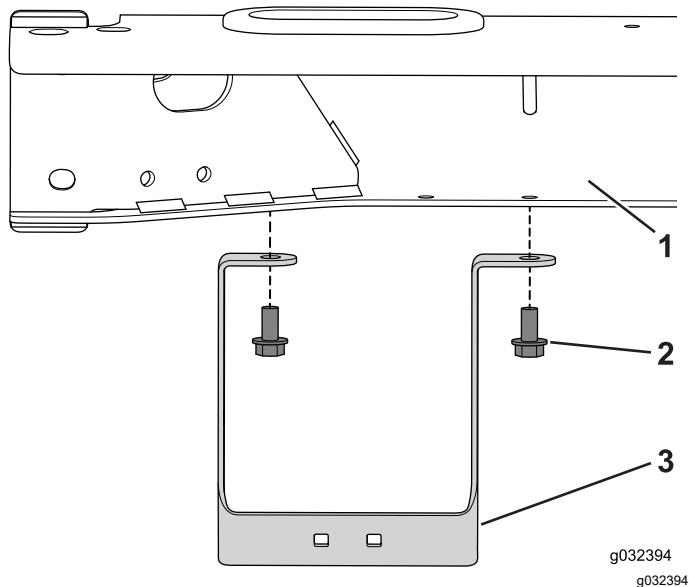

Bild 17
1. Befestigen Sie die Halterung mit den zwei Schrauben (5/16" x 5/8") am Rahmen (Bild 17).